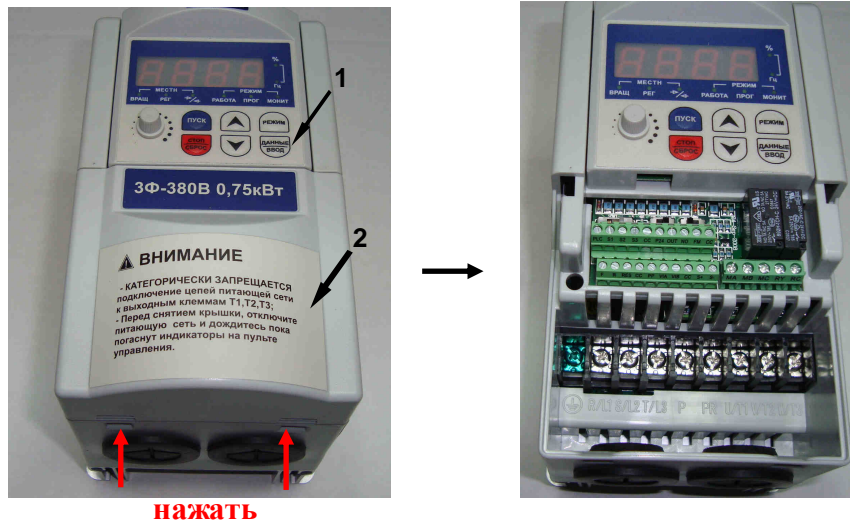

Рис. 6.1
6.1.1. Установить частотный преобразователь на рабочий стол. Снять верхнюю крышку, нажав на фиксаторы (рис.6.1). Положить крышку в тару.